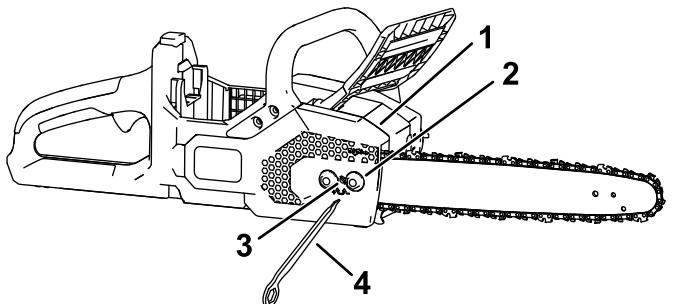

Figura 28
5. Usando la herramienta multiuso integrada, afloje las tuercas prisioneras de la cubierta lateral, pero no la retire (Figura 28).
7. Usando la herramienta multiuso integrada, ajuste la tensión de la cadena, y luego sujeté la cubierta lateral a la motosierra apretando las tuercas prisioneras (Figura 28).
2. Retire la cubierta lateral aflojando las 2 tuercas prisioneras que la sujetan (Figura 28).
3. Afloje la cadena girando el tornillo de apriete de la cadena en sentido antihorario (Figura 28).